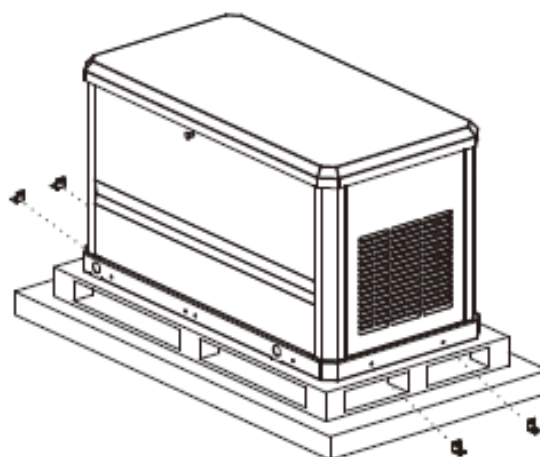

Figura 4-2
2. Retire el bloque de fijación (Figura 4-2);
3. Pase un tubo por el orificio de transporte reservado en la parte inferior, para levantar el tubo, quitar la bandeja y luego colocar el generador sobre la base de instalación preparada. (Figura 4-2);